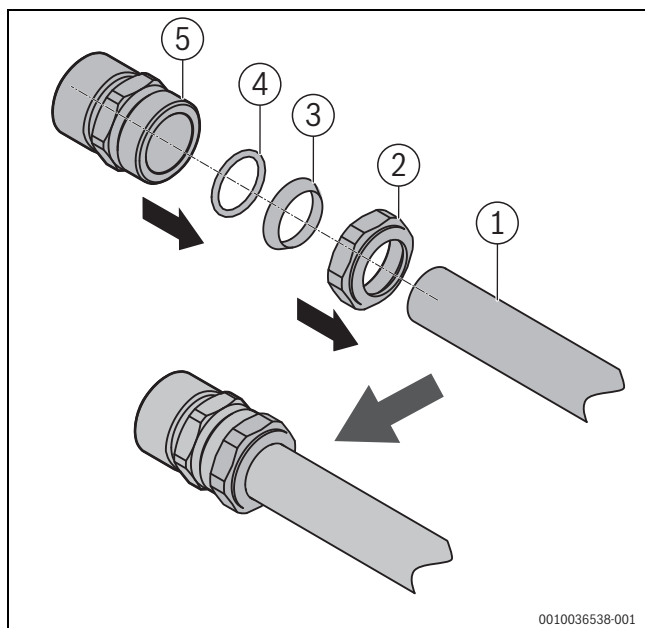

Fig. 6 Montage du raccord olive
- ▶ Monter les **kits de raccordement** (accessoires) sur le tube conformément à la figure 6.